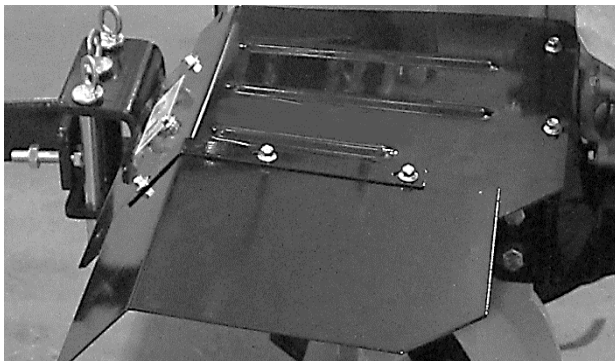

Рис.5
3. Установите и закрепите грязеотражающие щитки, используя планки, крепежные элементы из комплекта поставки (см. рис.5)